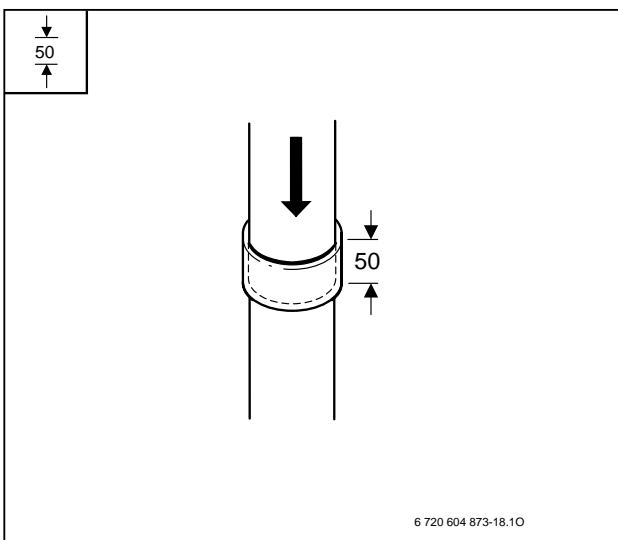

Figura 2
- Los accesorios de gases quemados se introducirán **hasta el tope** (en este caso: 50 mm de profundidad) (Figura 2).